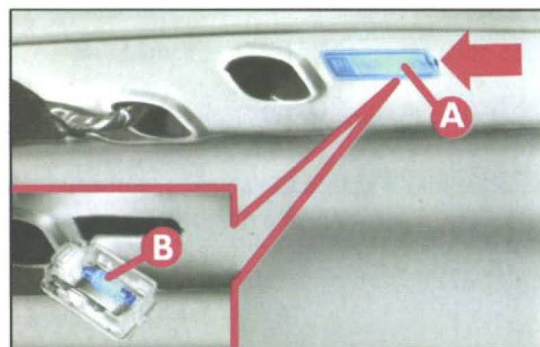

fig. 23
- 1) retirar o porta-lâmpada transparente **A-fig. 23** fazendo alavanca com uma chave de fenda no ponto indicado;